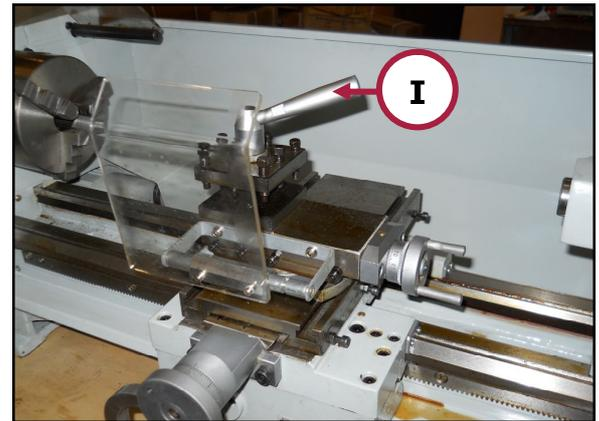

Figura 17 – Leva di blocco utensile.
6. Inserire l'utensile sulla torretta del carrello porta utensile, e fissarlo con l'apposita leva di bloccaggio (I, figura 17).